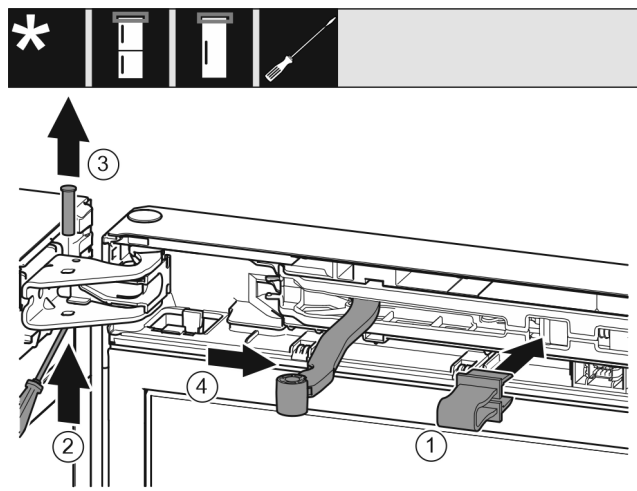

Fig. 6
- ▶ Κουμπώστε την ασφάλεια στο άνοιγμα. Fig. 6 (1)
- ▶ Ωθήστε έξω τον πείρο με το κατσαβίδι. Fig. 6 (2)
- ▶ Αφαιρέστε τον πείρο προς τα επάνω. Fig. 6 (3)
- ▶ Περιστρέψτε την άρθρωση προς την πόρτα. Fig. 6 (4)